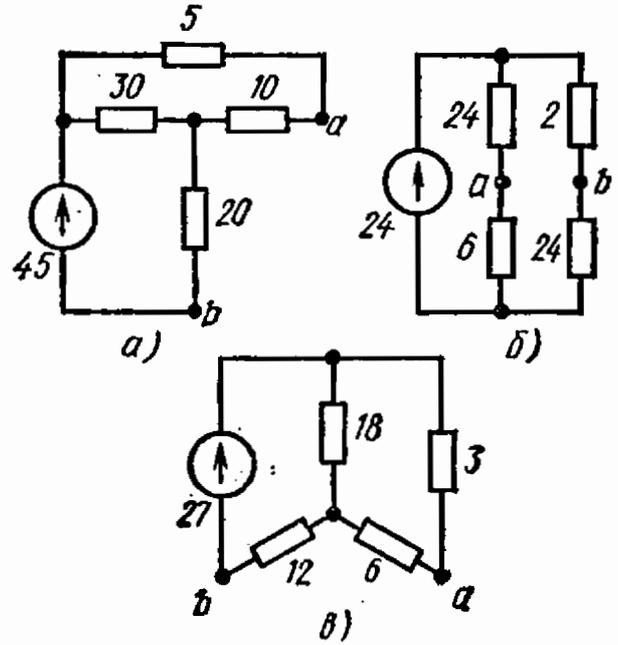

Рис. 1.38
1.38*. Определить U_{ab} и I_{kab} в схемах рис. 1.38, а — в. Величины э. д. с. указаны в вольтах, сопротивления резисторов — в омах.